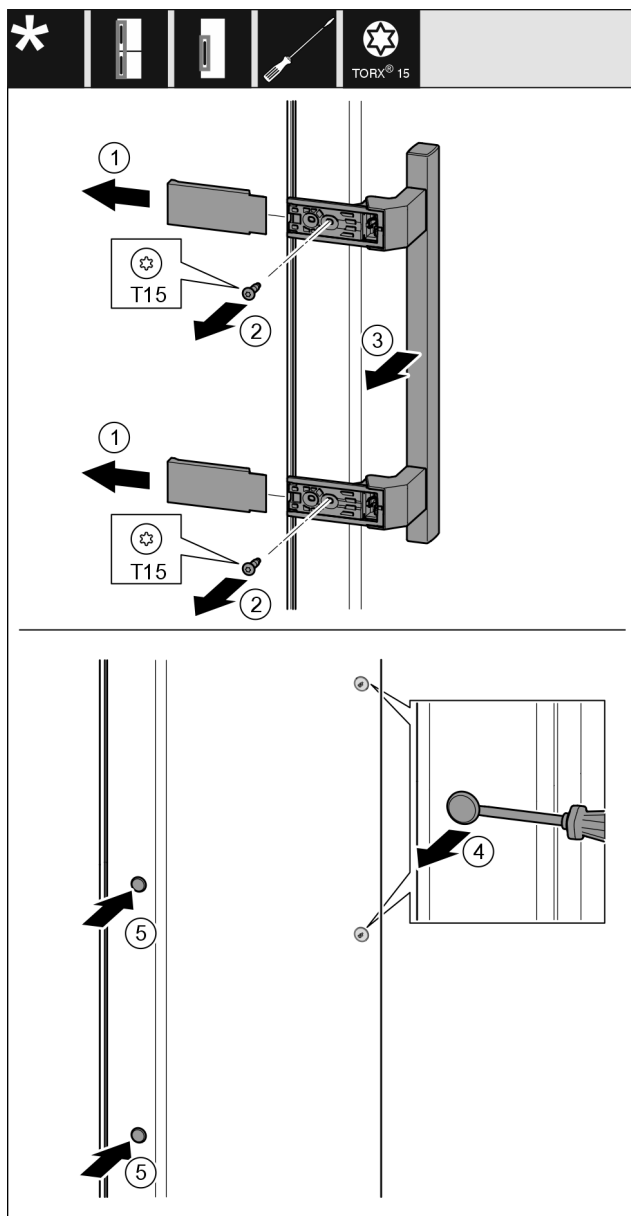

Fig. 49
- Retirer le cache Fig. 49 (1).
- Retirer les vis Fig. 49 (2) avec un tournevis.
- Retirer la poignée Fig. 49 (3).
- Soulever et retirer avec précaution le cache latéral Fig. 49 (4) avec un tournevis plat.
- Replacer le cache Fig. 49 (5) de l'autre côté.